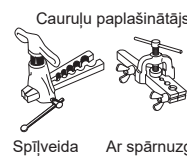

Fig. 4
- Kad pievienojat drenāžas caurules, raugieties, lai drenāžas šļūtene (1) tiktu virzīta, kā parādīts attēlā. (Fig. 4)
- 4) Paplašināšanas process (Fig. 4, 5). Stingri ievietojiet vara cauruli darbarīkā, kā norādīts tabulā. Izvēlieties pareizo mm izmēru atkarībā no izmantotā darbarīka.